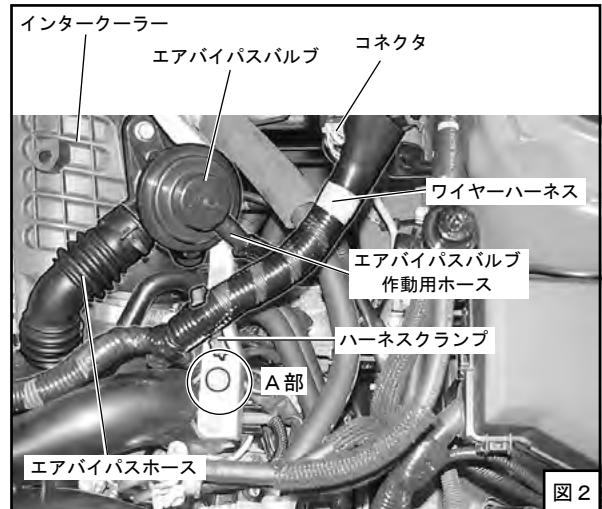

図 2
- (3) エアバイパスバルブの作動用ホースを抜いてください。（図 2）
- (4) ホースクランプを緩め、ボルトを外してエアバイパスバルブを取り外してください。その際、Oリングがインタークーラー側に付着している場合は、Oリングを取り除いてください。（ボルトは再使用します）（図 2）
- (5) 図 2-A部の純正ボルトを取外してください。（ボルトは再使用します）（図 2）
- (6) ワイヤーハーネスのコネクタとハーネスクランプの接続をいったん外し、ワイヤーハーネスが自由に動くようにしてください。（図 2）
- (5) 図2-A部の純正ボルトを使用して、キットパーツを仮付けしてください。（図4）